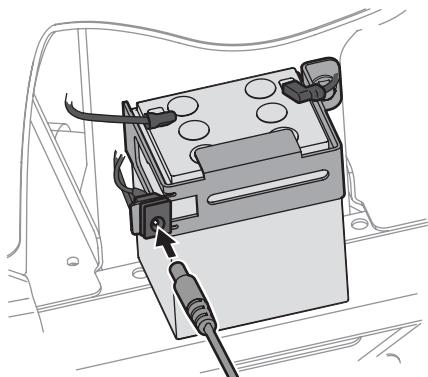

Figura 36
- a. Para este tractor cortacésped, está disponible por separado una unidad de carga. Las instrucciones para el uso de esta función se adjuntarán al accesorio de carga de la batería. La unidad de carga se conecta justo al lado de la batería como se indica en la Figura 36. Para pedir el cargador de la batería, consulte la hoja del Suplemento sobre Piezas/Garantía.